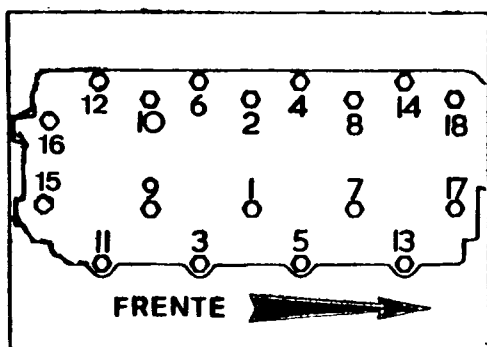

Fig. A1-59 Orden de apriete de los tornillos de fijación de la culata
- 2.4. Efectuar una verificación del apriete de todos los tornillos de 1/2" UNF de la culata, en el orden que se indica (Fig. A1-59), a un par de apriete de 11/12,5 kgm., aflojando previamente cada tornillo.